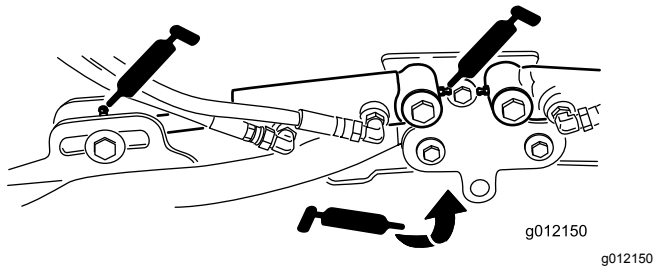

Bild 75
- Hubarmzylinder der Schneideinheit (2) (Bild 75)
- Hubarmgelenke (1) (Bild 75)